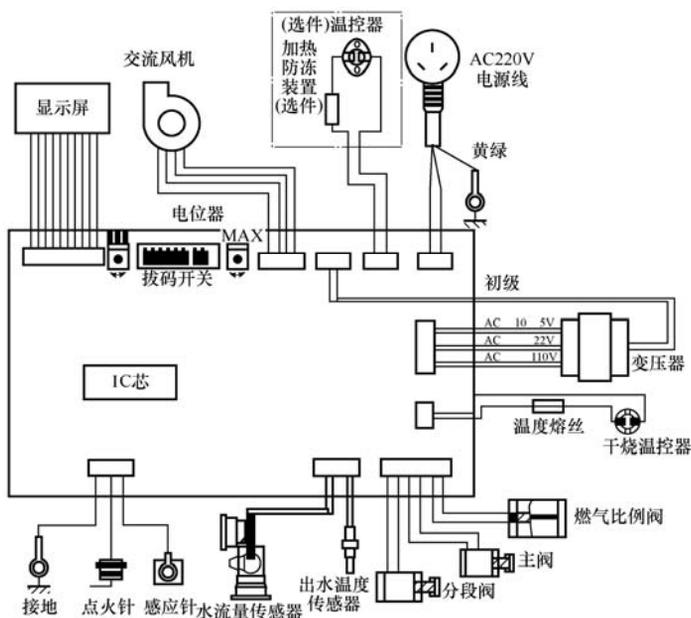

图 5-87 海尔 JSQ16/20-C (R) 型燃气热水器电气原理图
【要点点拨】海尔 JSQ16/20-C (R) 型燃气热水器电气原理图如图 5-87 所示。